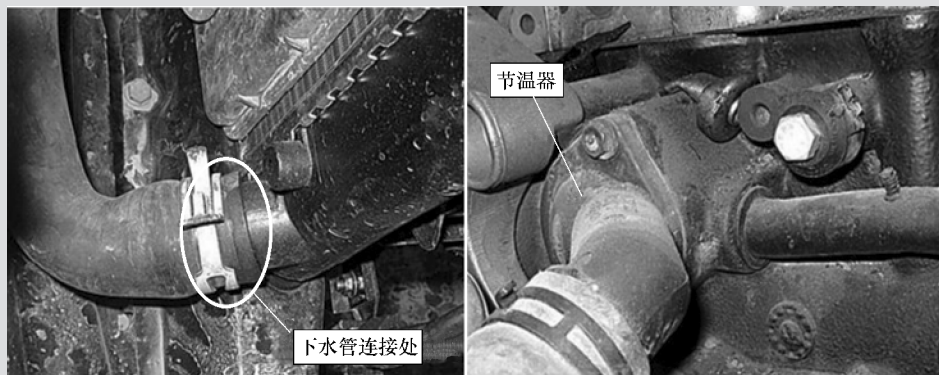

图 21-8 重点检查的泄漏部位
1) 检查冷却系统各管接口是否有冷却液外漏的迹象, 由于防冻液往往加有颜料着色, 外部渗漏部位较为明显, 应着重检查各管接头、节温器、储液罐、水泵结合面、散热器及散热器盖等部位 (图 21-8) 是否有渗漏防冻液的现象。